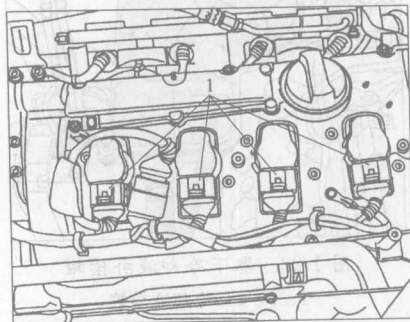

图 1-21 更换 1.8L 涡轮增压发动机火花塞
(1) 拆下发动机罩。
(2) 关闭点火开关。
(3) 将插头 1 从点火线圈上拔下, 如图 1-21 所示。